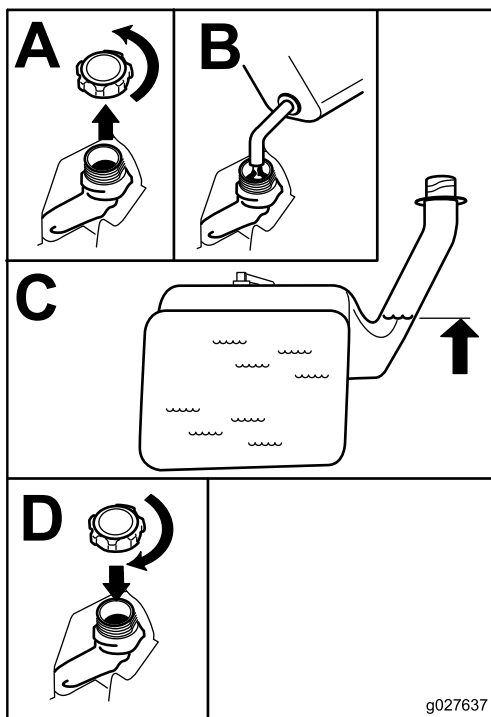

Bild 7
2. Füllen Sie **langsam** bleifreies Normalbenzin ein, bis die Unterseite des Einfüllstutzens erreicht ist Bild 7.